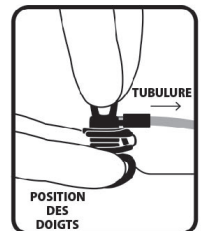

Figure 5
15. Stabiliser le port en plaçant deux doigts sur la base de l'ensemble de perfusion de sécurité Pro-Lock™ CT du côté opposé à la tubulure d'extension (Fig. 5).